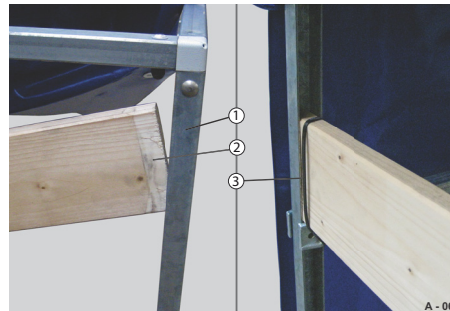

Abb. 78 Hochplane, z.B. HA
- ▶ Die Latte (Abb. 78/2) von oben in das U-Profil der Pfosten (Abb. 78/1) einlegen.
- ▶ Gegen Herauspringen ggf. mit Kabelbindern (Abb. 78/3) sichern.